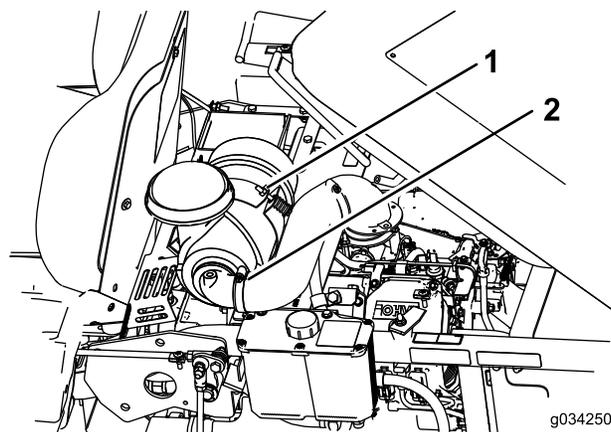

Figura 32
2. Desaperte o parafuso que segura o filtro de ar (Figura 32).
3. Desaperte a abraçadeira que prende o tubo e retire o filtro de ar (Figura 32).